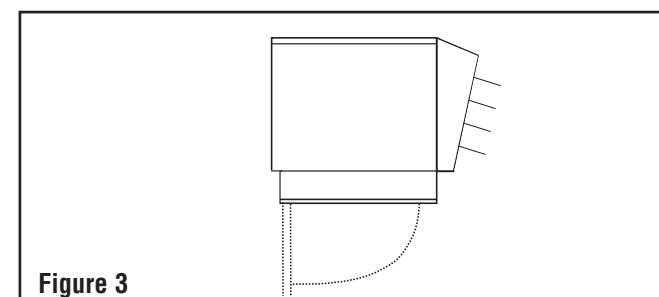

Figure 3
2. Toutes les connexions de câblage sont faites à l'intérieur de la boîte de commande au fond de l'appareil. Pour ouvrir la boîte de commande, desserrer les vis qui retiennent le couvercle à charnière à l'avant (dans le cas d'un couvercle à fente) ou retirer la(s) vis (dans le cas d'un couvercle sans fente) et ouvrir le couvercle (Figure 3).